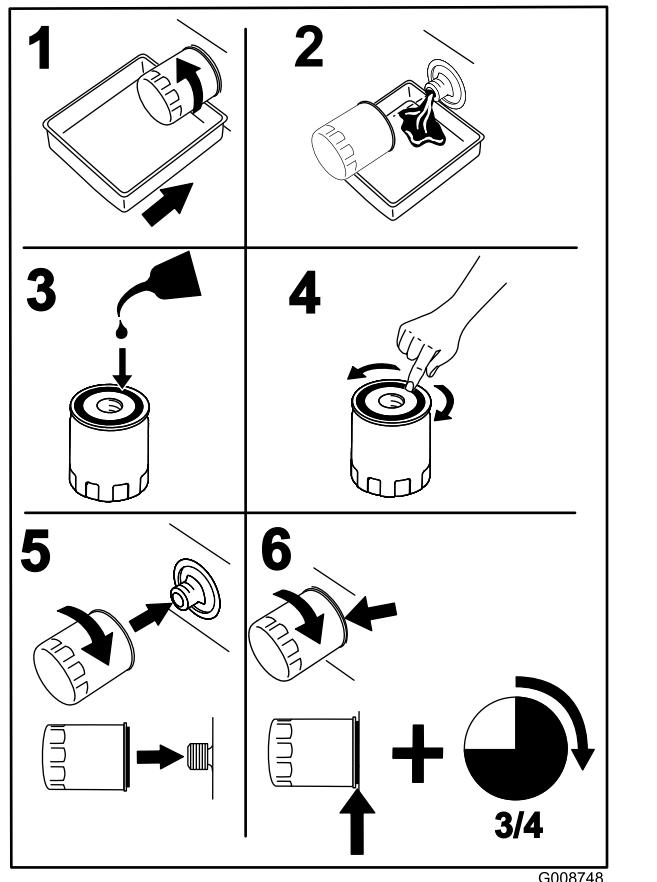

Figura 71
- Coloque un recipiente debajo del filtro del colector (Figura 71).